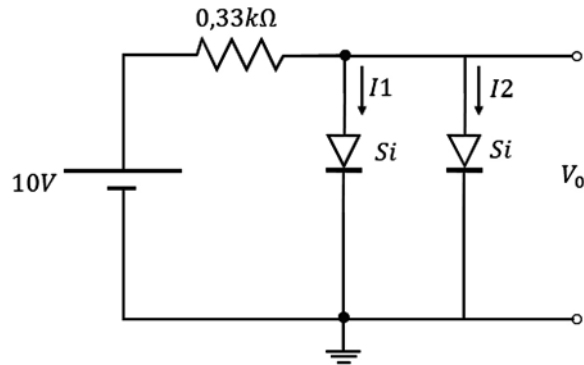

Figura 2.39 Circuito DC con diodos. Fuente: Elaboración propia
c) En el circuito de la figura 2.39, se pide hallar: V_0 , I_1 , I_2 .